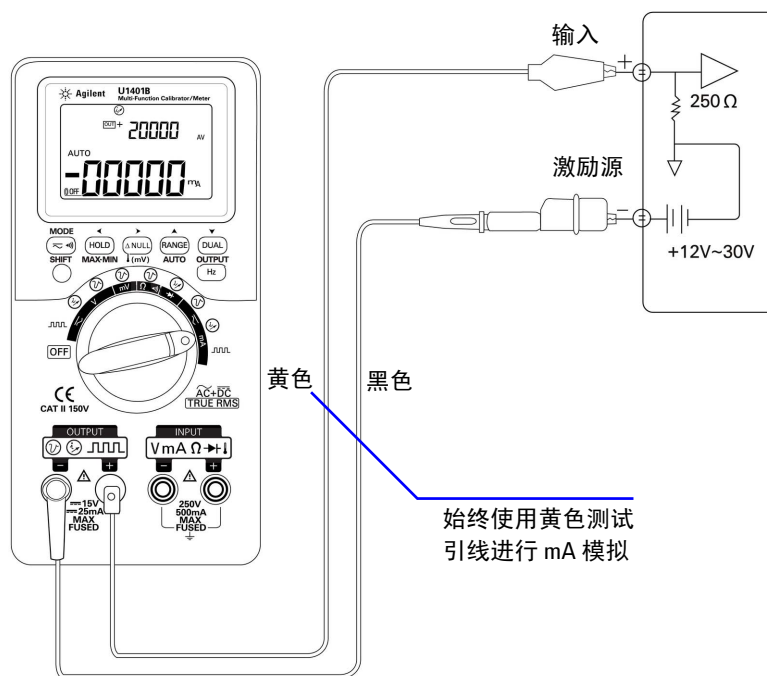

图 5-3 使用黄色测试引线模拟双线发射器
- 2 将特殊黄色测试引线从仪器的正极输出端子连接到电路流回路中测试仪器的输入端子。请参阅第 91 页上的图 5-3。